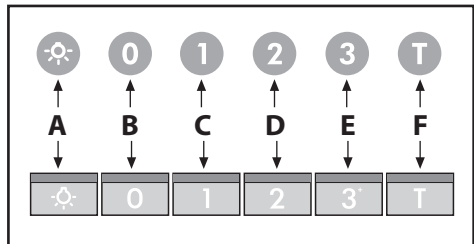

Fig.11
• Betjening-senhed lysende (Fig.11) er følgende tegnforklaring gældende: